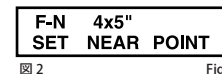

図2
3. "SET NEAR POINT"の表示にかわり、今度はピントを合わせたい一番近いところにピントを合わせSETボタンを押します。この間ディスプレイ右上にはフォーカスの移動に応じて計算された絞り値がリアルタイムで表示されます。(図2→3→4)